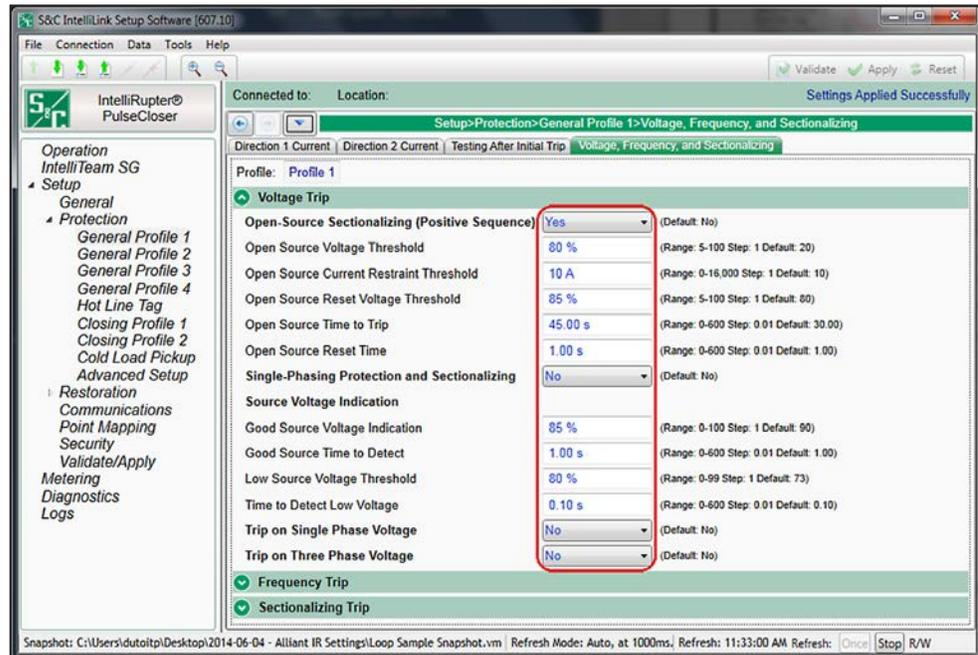

Figura 75. Tela *Configurações>Proteção>Perfil Geral 1>Tensão, Frequência e Seccionalização>Trip de Tensão*.
PASSO 10. Faça ajustes nos elementos de **Trip de Tensão** na tela *Setup>Protection>General Profile 1>Voltage, Frequency, and Sectionalizing>Voltage Trip*. Ver Figura 75.
- Mantenha o valor-alvo **Good Source Time to Detect** e o valor-alvo **Time to Detect Low Voltage** nos valores default. Ver Figura 75.